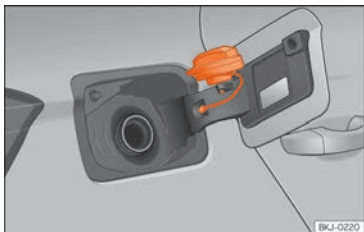

Fig. 57 Tapa del depósito con el tapón encajado.
- Colóquelo en el espacio que hay en la bisagra de la tapa abierta »» fig. 57.